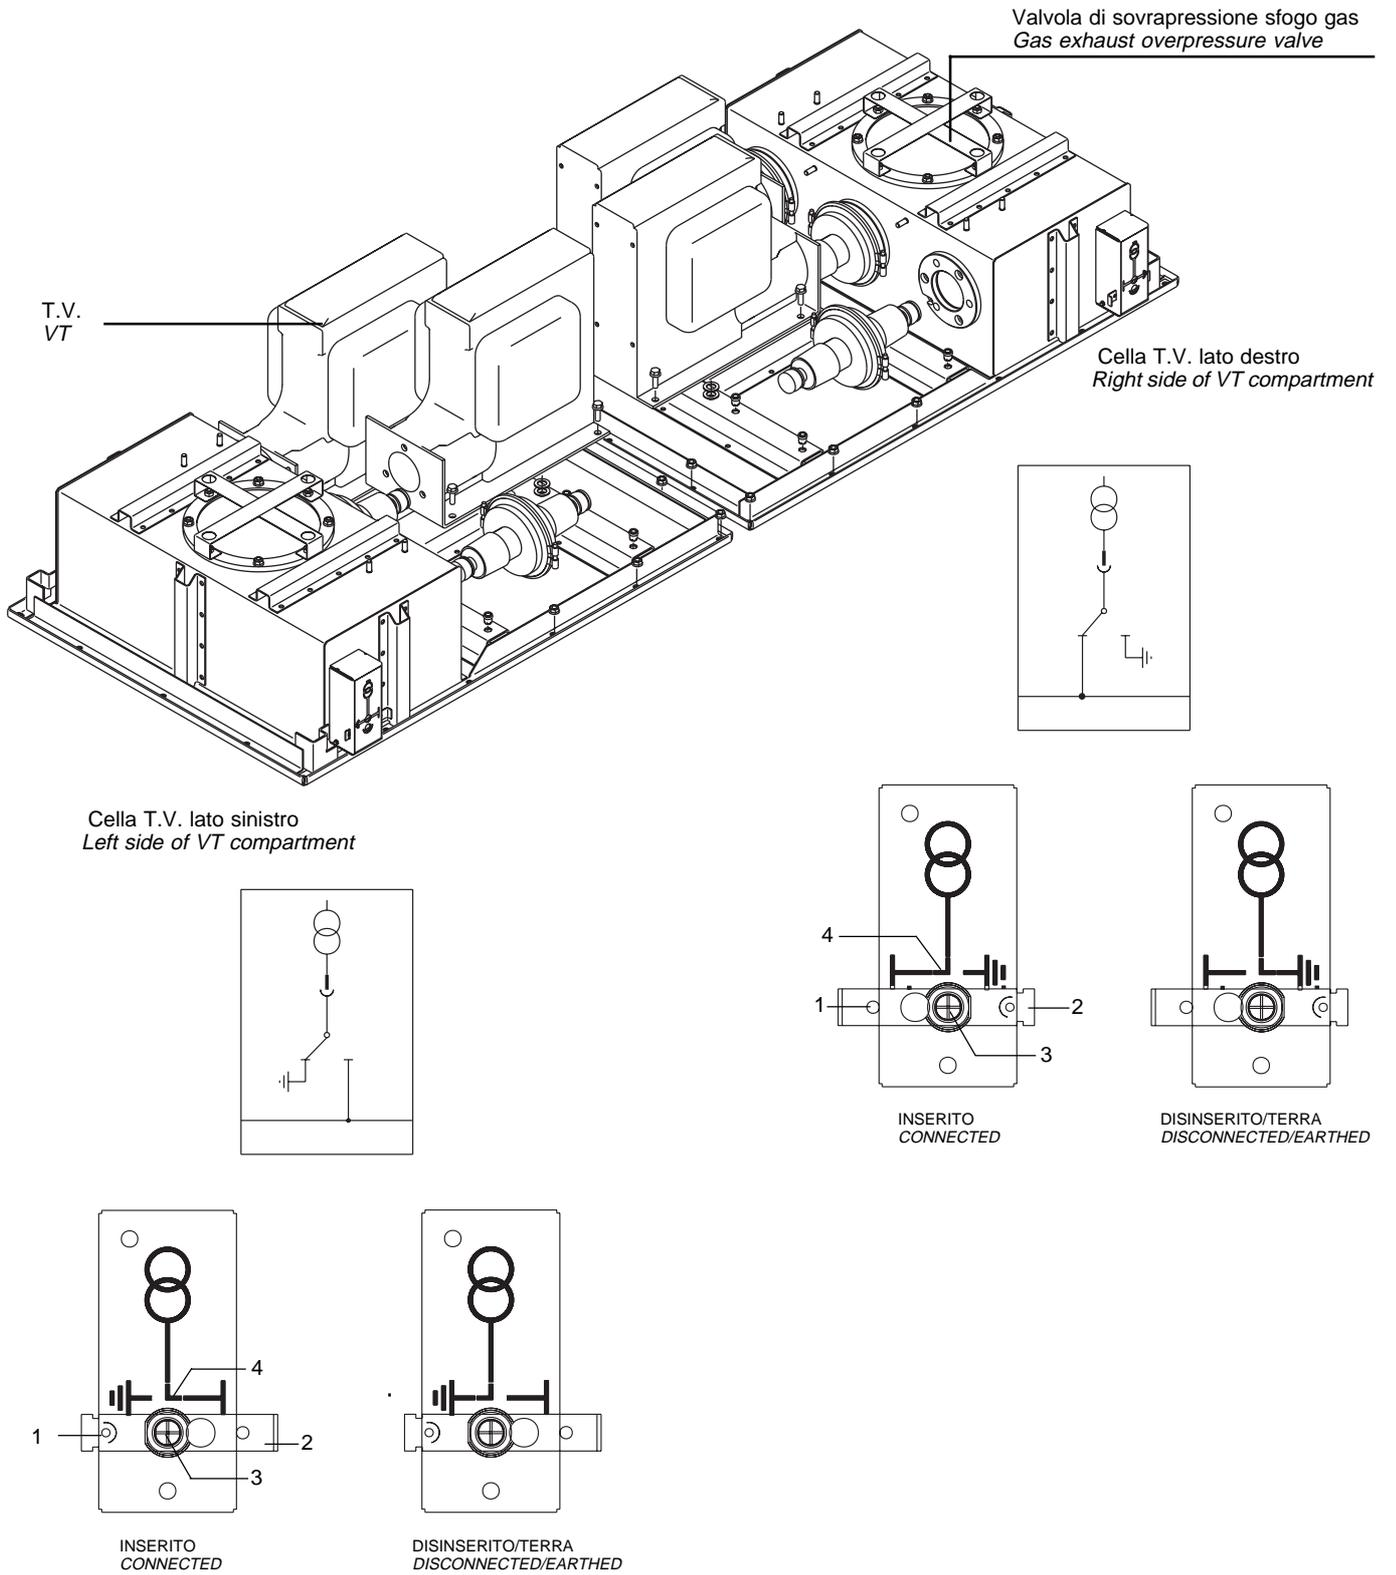

Fig. 25
Cella T.V. fig. 25
- Aprire, se previsto, il lucchetto (1), spostare l'asta scorrevole (2) sino a liberare la sede di manovra del sezionatore (3)
- Verificare che l'indicatore di posizione (4) del sezionatore dello schema sinottico sia in posizione di inserito come indicato in fig. 25
- Chiudere la sede di manovra spostando l'asta scorrevole (2) e se previsto lucchettarla (1).
- Aprire, se previsto il lucchetto (1), spostare l'asta scorrevole (2) sino a liberare la sede di manovra del sezionatore (3)
- Verificare che l'indicatore di posizione (4) del sezionatore dello schema sinottico sia in posizione di disinserito/terra come indicato in fig. 25
VT compartment fig. 25
- *Open the padlock (1) (if fitted), and move the sliding rod (2) until the isolator operating seat (3) is released*
- *Check that the position indicator (4) of the isolator in the mimic diagram is in the connected position as shown in fig. 25*
- *Close the operating seat by moving the sliding rod (2), and (if fitted) padlock it (1).*
- *Check that the position indicator (4) of the isolator in the mimic diagram is in the disconnected/earthed position as shown in fig. 25*